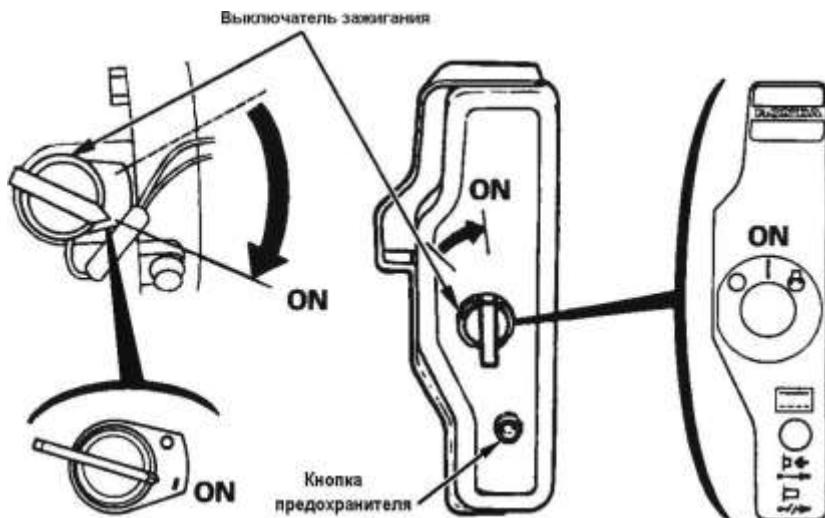

Рисунок 6 – Выключатель зажигания в положении "ON" ("Включено")
8.8 Предохранитель (для компрессора с электрическим стартером). Предохранитель защищает цепь заряда аккумуляторной батареи в случае несоблюдения полярности зарядного тока или при коротком замыкании. Индикатор зеленого цвета внутри предохранителя указывает на срабатывание предохранителя и прерывание цепи заряда. Если это произошло, определите причину прерывания и устраним ее до повторного включения. Для повторного включения следует нажать на кнопку предохранителя (см. рисунок 6).
- установите выключатель зажигания в положение "ON" ("Включено") (рисунок 6);